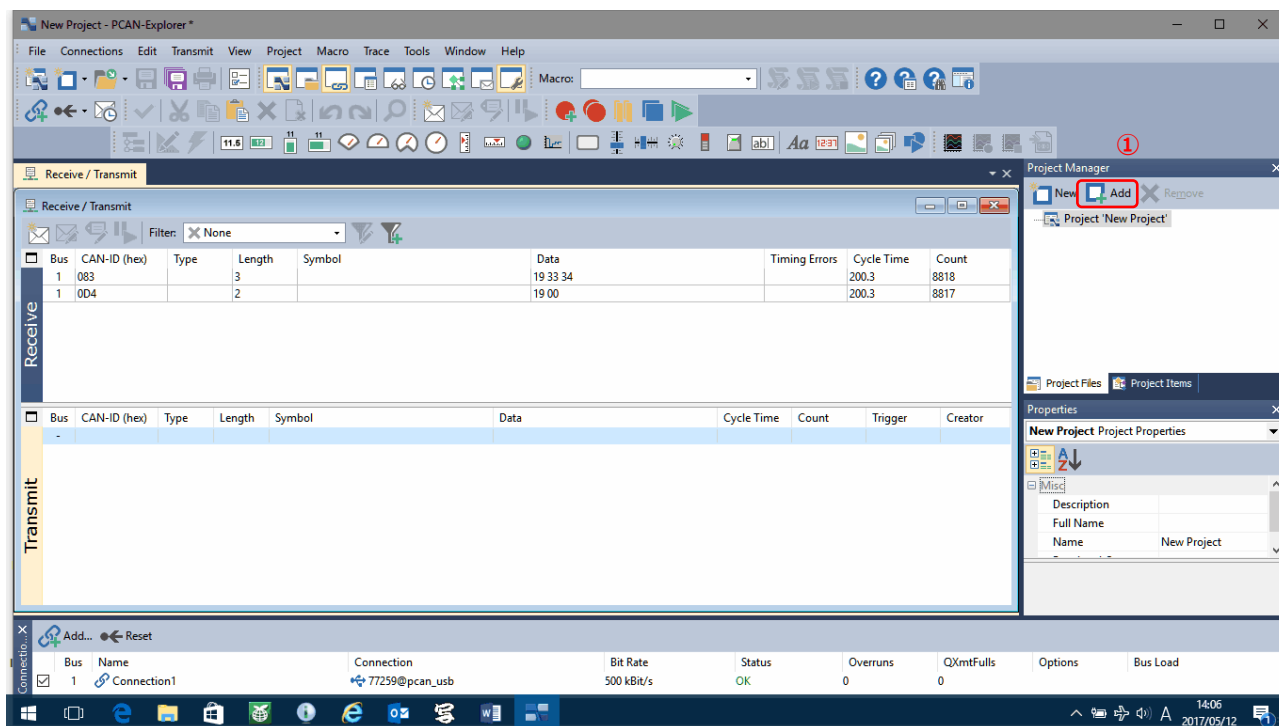

図 9.1-1
Project Manager ウィンドウの Add ボタンを押します（図 9.1-1 ① 参照）。
Project Manager ウィンドウの Add ボタンを押します (図 9.1-1 ① 参照)。